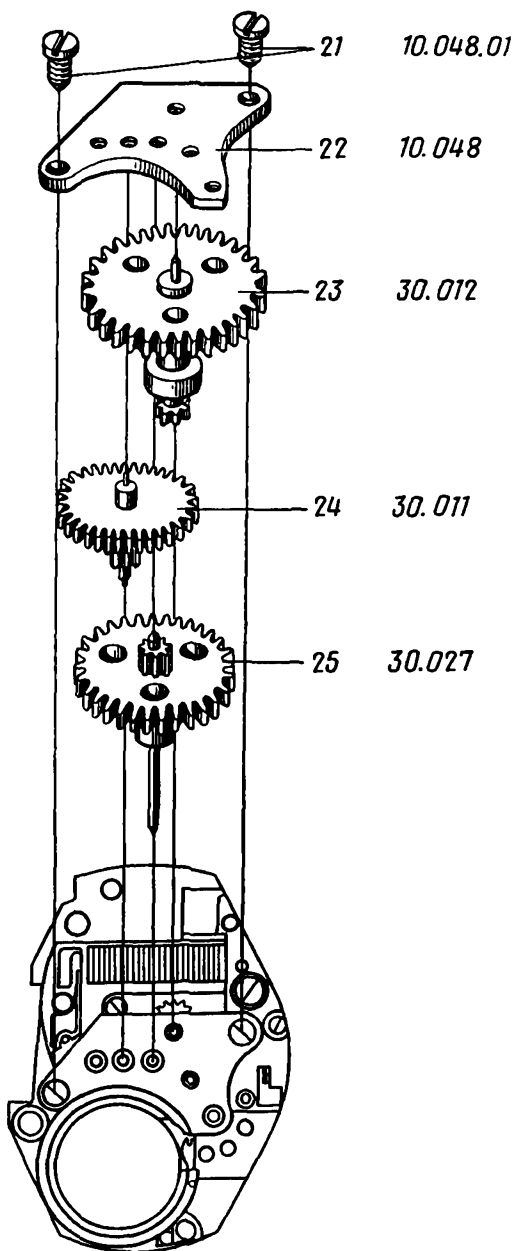

Рис. 71
23. Отвернуть и снять винты 21 моста колесной передачи (рис. 71)